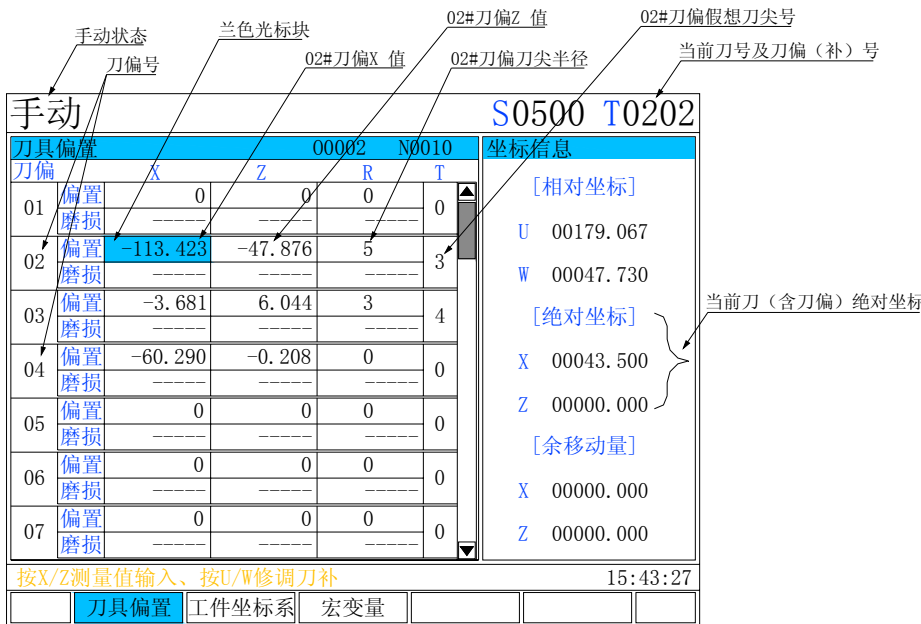

图 7.3-1
- 1、按 **刀补 OFT** 键，进入图 7.3-1 界面。假设 2#刀 X 向加工尺寸小 0.25，Z 向大 0.3；
- ①按 **刀补 OFT** 键，进入图 7.3-1 界面，**注：必须在刀补界面下**。
- ②按 **输出 OUT** 键，提示：**是否保存刀偏数据到 U 盘？是：[换行] 否：[取消]**
- ③按 **换行 EOB** 键，提示：**发送到 U 盘，请稍候…**，在 U 盘 /dadi 目录下建立名为 TOOL 的刀补文件。原有 TOOL 文件被覆盖。
- ②按 **输入 IN** 键，提示：**是否从 U 盘读取刀偏数据？是：[换行] 否：[取消]**
- ③按 **换行 EOB** 键，提示：**从 U 盘接收，请稍候…**，将 U 盘 /dadi 目录下名为 TOOL 的刀补文件数据恢复到数控系统。